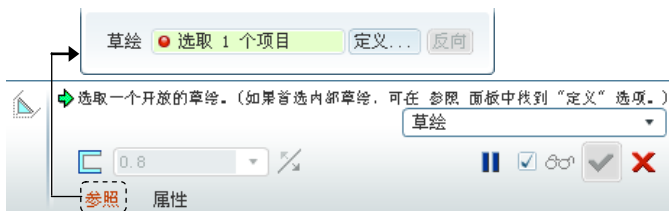

图 5.18.8 轮廓筋特征操控板
Step2. 选择下拉菜单 **插入(I) → 筋(R) → 轮廓筋(F)...** 命令 (或者单击“筋”按钮  ), 系统弹出图 5.18.8 所示的操控板, 该操控板反映了轮廓筋特征创建的过程及状态。
(1) 在图 5.18.8 所示的操控板的 **参照** 界面中单击 **定义...** 按钮, 选取 TOP 基准平面为草绘平面。